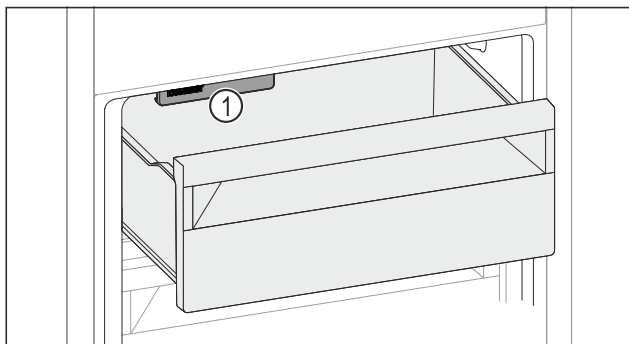

Fig. 217
- Dávejte pozor na IceMaker Fig. 217 (1).